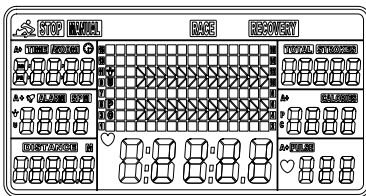
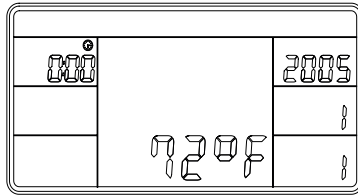

Fig. 1
Fig. 2
1. Instale 2 baterías AA, emita un pitido largo y la pantalla LCD mostrará todas las ventanas (Fig. 1) durante 2 segundos. A continuación, acceda al modo de hora y calendario (Fig. 2).